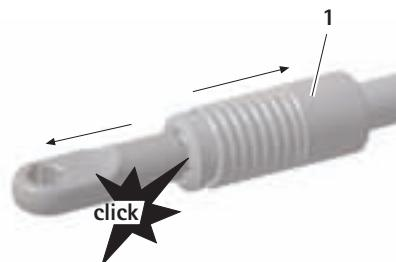

Fig. 4
- ▶ Segurar o engate rápido 1 da peça de união A ou o suporte universal UNITRAC J no cabo e puxar no sentido exterior, ver Fig. 4.